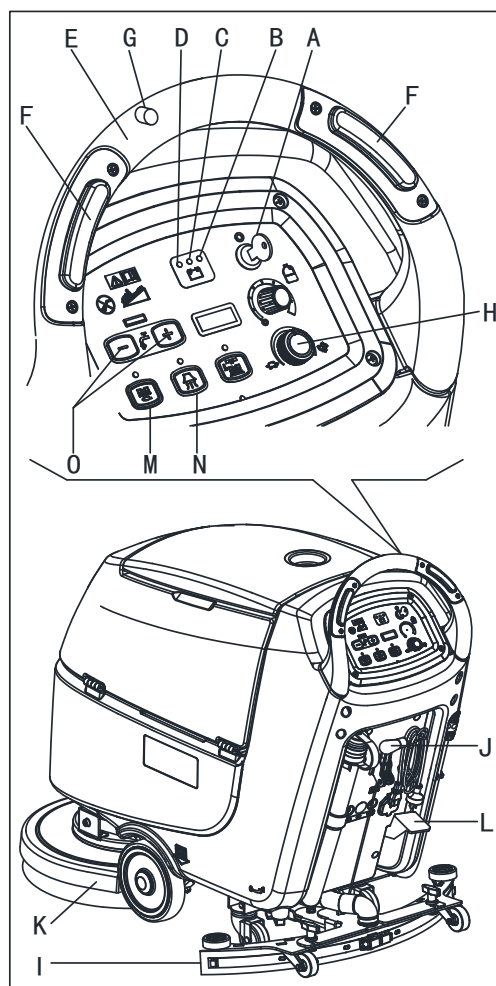

Figura 6
2. Inserire la chiave di accensione (A, Figura 6) e ruotarla su "I". Verificare che la luce di avviso verde (B) si accenda (batteria carica). Se si accende la luce di avviso gialla (C) o rossa (D), riportare la chiave di avviamento su "0" e ricaricare le batterie (vd. la procedura nel capitolo Manutenzione).
- Premendo con le mani sul manubrio (E) (solo per le macchine senza trazione).
- Premendo con le mani sul manubrio (E) e premendo l'interruttore (F) di marcia in avanti, o premendo insieme l'interruttore (F) con l'interruttore (G) di retromarcia (solo per le macchine con trazione). La velocità in avanti può essere regolata con il regolatore (H).
4. Abbassare il tergipavimenti (I) mediante la leva (J).
5. Abbassare la piattaforma spazzole/cuscinetti (K) sollevando il pedale (L).
6. Premere l'interruttore spazzole/cuscinetti (M) e l'interruttore del sistema di aspirazione (N).
7. Premere gli interruttori di controllo flusso dell'acqua di lavaggio (O) come necessario, a seconda del tipo di pulizia da eseguire.
- (solo per le macchine senza trazione) premendo con le mani sul manubrio (E) e premendo l'interruttore (F).
- (solo per le macchine con trazione) premendo con le mani sul manubrio (E) e premendo l'interruttore (F). Se necessario, la velocità di avanzamento può essere regolata con il regolatore (H).
2. Tenendo entrambe le mani sul manubrio, premere l'interruttore di sicurezza (F, Figura 6), manovrare la macchina e cominciare a strofinare/asciugare il suolo.